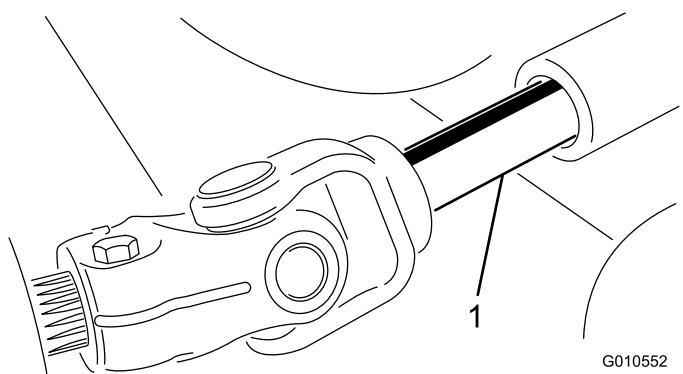

Bild 25
3. Rollen Sie das Mähwerk von der Zugmaschine weg, trennen Sie die Außen- und Innengewindeteile der ZWA-Welle (Bild 25).
3. Schieben Sie die Zapfwelle mit Außengewinde in die Zapfwelle mit Innengewinde (Bild 25).